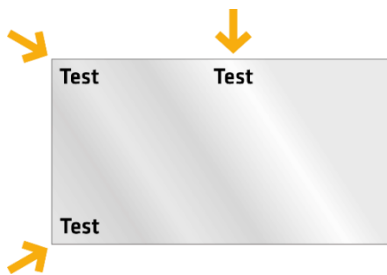

Abbildung 32: Stellen der Prüfung
2. Den folgenden Test an mindestens zwei nebeneinanderliegenden Ecken und in der Mitte von einer Seite der Isolierglaseinheit durchführen (Abbildung 32).